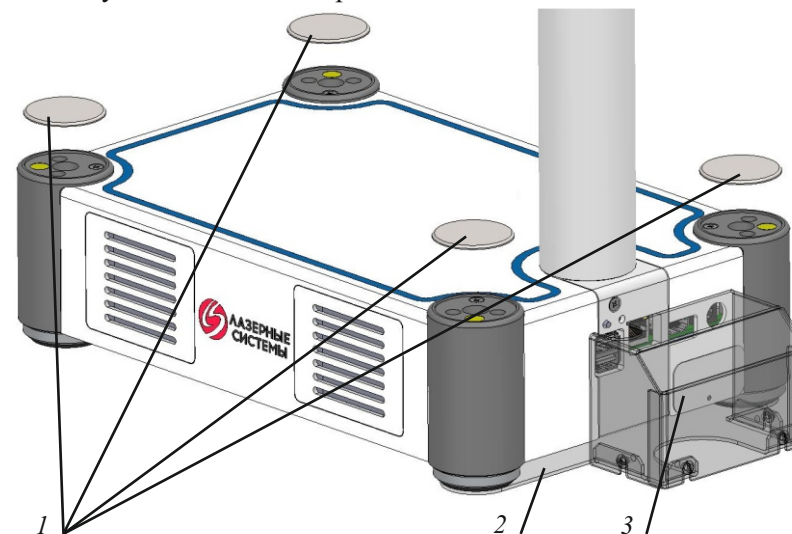

Рисунок 5 – Монтаж Алкорамки
5.2.3 С помощью магнита снять 4 диска на основании (рисунок 5, поз. 1). Установить Алкорамку, совместив отверстия в основании с подготовленными отверстиями в установочной поверхности. Подложить защитный кожух (рисунок 5, поз. 2) под ножки и зафиксировать Алкорамку винтами на установочной поверхности.
5.2.4 Снять крышку защитного кожуха (рисунок 5, поз.3), открутив 4 винта М3.
5.2.6 Установить на место крышку защитного кожуха, прикрутив винтами (рисунок 5, поз.3).